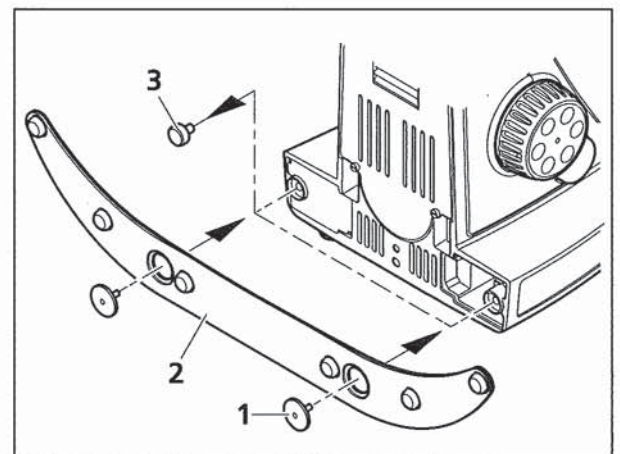

Bild 3-4 Basisplatte montieren
- Beide hintere Gummifüßchen (Bild 3-4/3) aus den Stativbohrungen ziehen.
- Basisplatte (Bild 3-4/2) an die Stativunterseite ansetzen und mit zwei Schrauben (Bild 3-4/1) festschrauben.